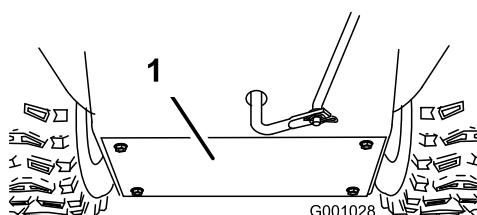

Figure 50
3. Déposez le couvercle arrière (Figure 50).